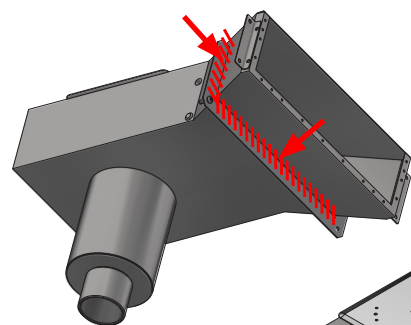

Figure 10.
2. Appliquez le composé d'étanchéité approprié sur le joint entre la bride de coulée et le boîtier du déversoir (voir figure 10). Lors de l'application du composé d'étanchéité, veillez à ce que le raccord soit bien étanchéifié afin que l'eau ne puisse pas pénétrer dans le raccord. Voir les instructions du composé d'étanchéité pour la préparation, l'application et le durcissement.